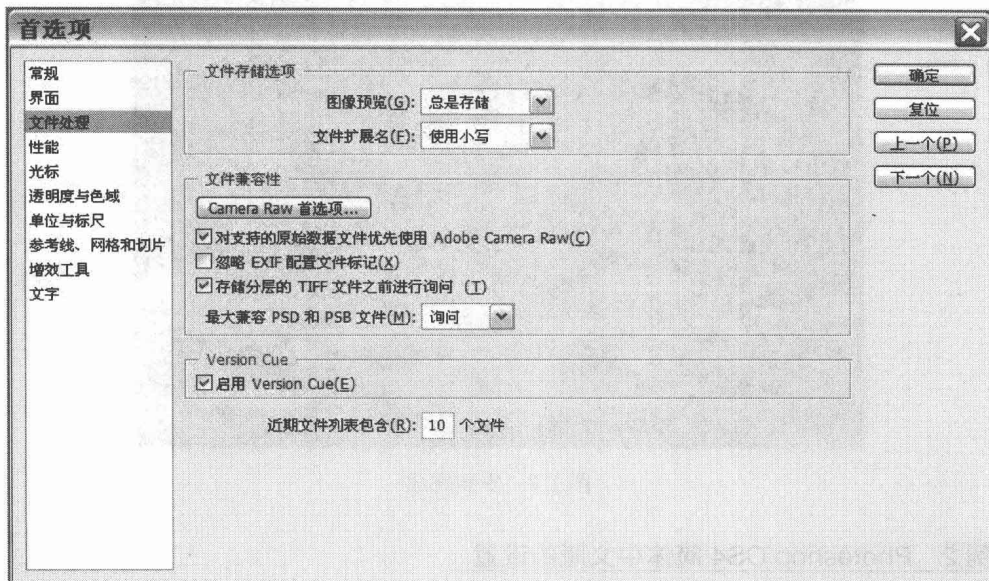

图 1-9 文件处理对话框
(2) 文件处理设置。执行“编辑”→“首选项”→“文件处理”命令，将弹出如图 1-9 所示的对话框。对“文件扩展名”和“近期文件列表包含”等进行设置。